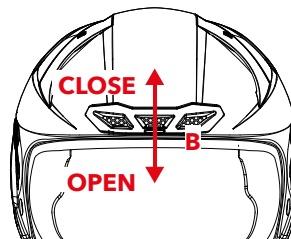

ABBILDUNG 5
LUFTÖFFNUNG VORNE – B – – Abbildung 5
- Abbildung 5: Bewegen Sie den zentralen Cursor nach oben, um die Luftöffnung zu schließen. Bewegen Sie ihn nach unten, um die Luftöffnung aufzumachen.